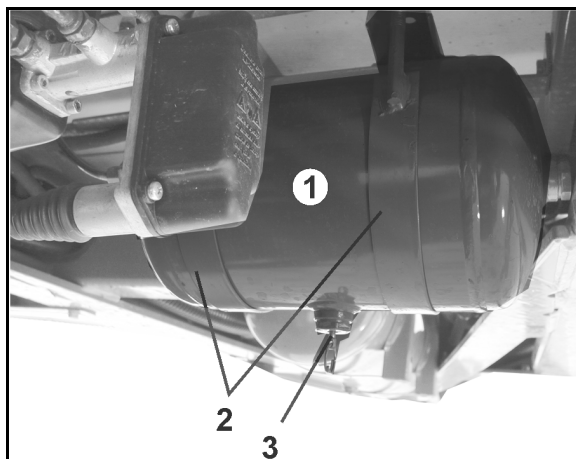

Fig. 141
1. Verificați dacă există deteriorări la manșetele anti-praf, respectiv la burdufuri (Fig. 141/5).